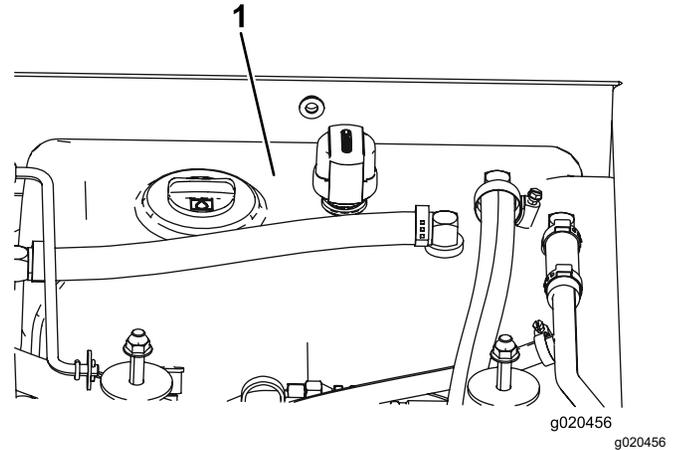

Figura 118
4. Llene el depósito (Figura 118) con fluido hidráulico; consulte Comprobación del fluido hidráulico (página 83).